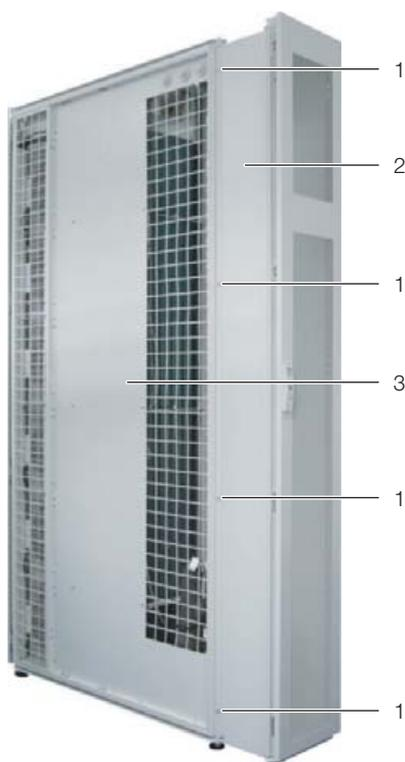

Рис. 23: Адаптер на LCP Inline
- Адаптер (рис. 23, поз. 2) крепится с задней стороны LCP Inline при помощи четырех прилагаемых винтов (рис. 23, поз. 1) слева и справа.